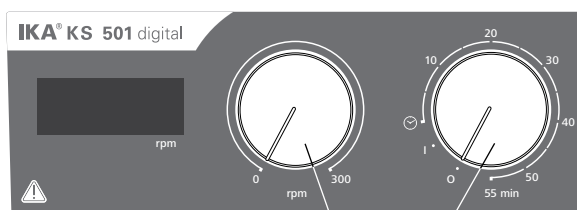

Fig. 3
- ☞ Kytke laite päälle kääntämällä kiertonuppia ”**Päälle/pois**” ja ”**ajastin**” (B, katso Fig. 3) myötäpäivään asentoon ”1”.
- ☞ Kytke laite pois päältä kääntämällä kiertonuppia ”**Päälle/pois**” ja ”**ajastin**” (B) asentoon ”0”.
- ☞ Aseta moottorin kierrosluku säätönupilla ”**Kierrosluku**” (C, katso Fig. 3). Moottorin kierrosluku voidaan asettaa välille 0 - 300 rpm.